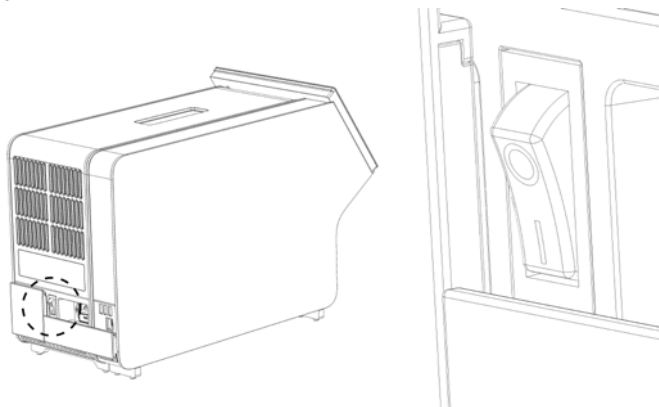

Abbildung 21: Lokalisieren des Netzschalters und Einstellen in die Position „I“
10. Schalten Sie das Gerät ein, indem Sie den Netzschalter an der Rückseite des Analysemoduls in die Position „I“ stellen (Abbildung 21). Überprüfen Sie, ob die Statusanzeigen am Analyse- und am Betriebsmodul blau leuchten.